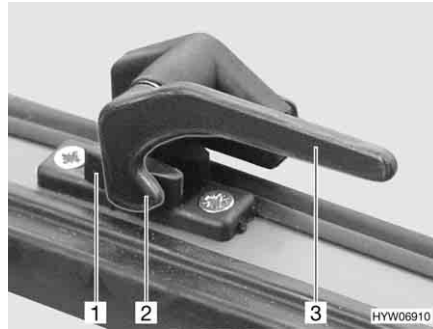
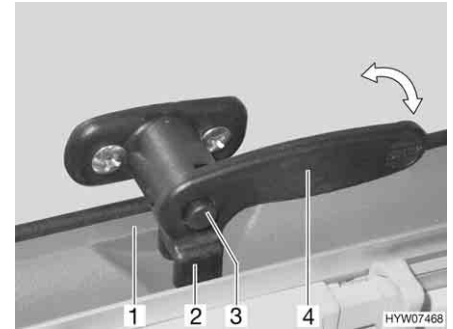

Fig. 75 Leva di serraggio senza bottone di sicurezza in posizione "Chiuso"
Fig. 76 Leva di serraggio con bottone di sicurezza in posizione "Chiuso"
- Premere ev. il bottone di sicurezza (Fig. 76,3) e mantenerlo premuto.
- Ruotare la leva di serraggio (Fig. 75,3 o Fig. 76,4) di un quarto di giro verso il telaio della finestra. Il nasello di chiusura (Fig. 75,2) si trova sul lato interno della chiusura della finestra (Fig. 75,1) o la forchetta (Fig. 76,2) della leva di serraggio si trova completamente sul alto interno della chiusura della finestra (Fig. 76,1).
- In posizione "Completamente chiusa" (Fig. 75 o Fig. 76)